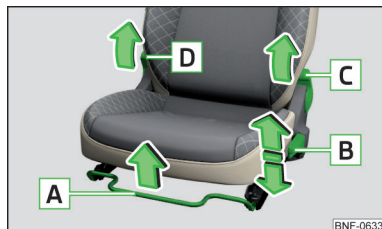

Bild 50
Stolarna kan ställas in genom att man drar eller trycker respektive reglage i pilarnas riktning » bild 50.
- Dra i spaken **D** » bild 50 och fäll fram ryggstödet.